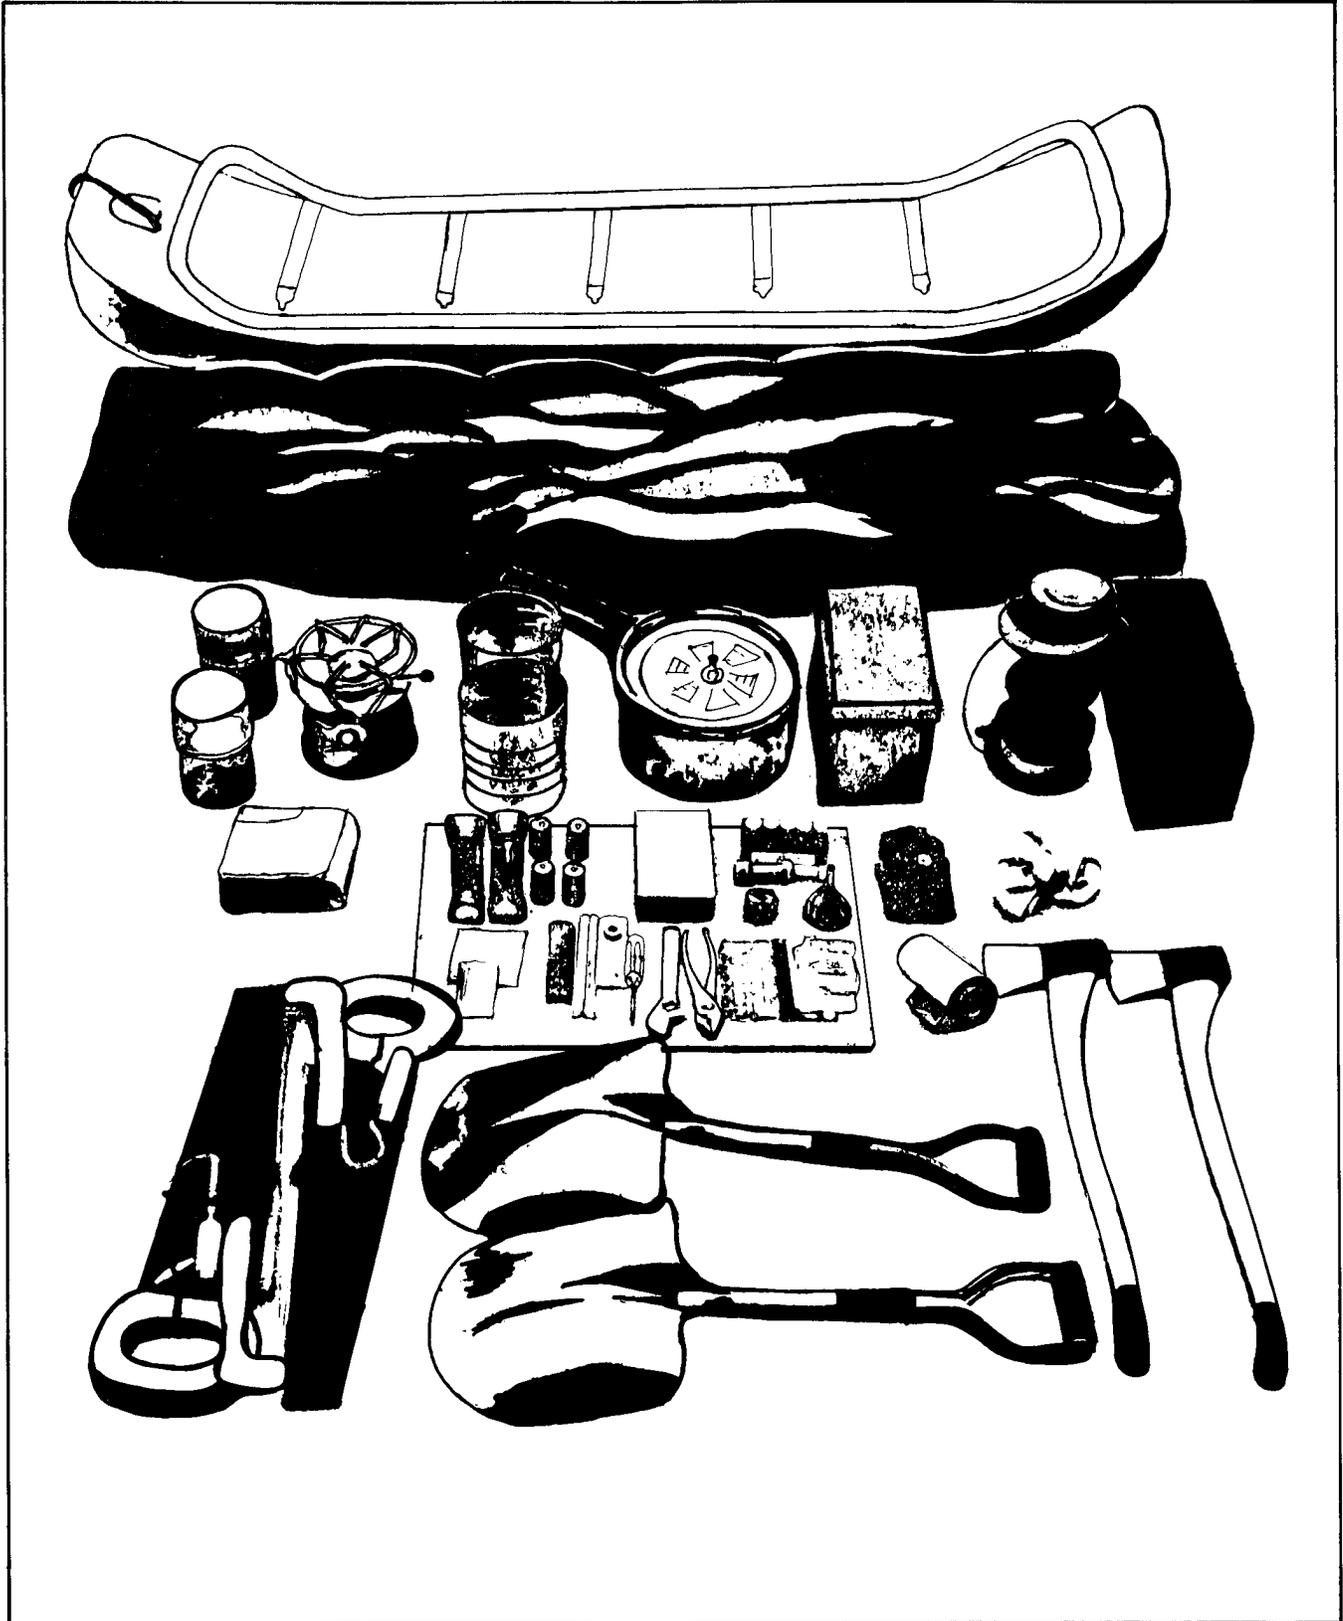

Figure 2-16 — Suggested Toboggan Load
- b. Starting from the back end or from where the handle hinges on the toboggan, load the toboggan as follows (see Figure 2-16) —
- (1) On bottom of toboggan —
- b. On commence le chargement par l'arrière, c'est-à-dire par l'extrémité où le poussoir se replie sur le toboggan (voir figure 2-16) —
- (1) sur le fond du toboggan, on dispose —